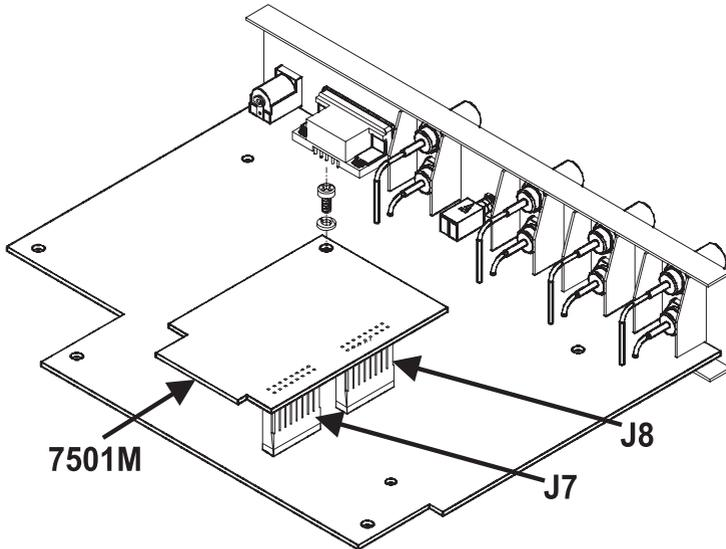

Рис. 4. Усовершенствование модели FC-7501 до FC-7501P за счет установки дополнительного модуля 7501M
2. Снять перемычки J7 и J8 и установить дополнительный модуль **7501M** ("плата PLL") на две группы контактов с 16 штырьками. Привинтить модуль к распорной стойке с помощью винта и шайбы1, как показано на рис. 4: